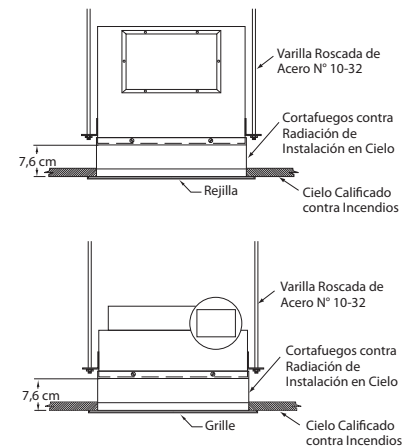

Figura 4 — Instalación
**NOTA:** El cortafuegos contra radiación de instalación en cielo se debe instalar a ras de la superficie acabada del cielo. Consulte la Figura 4.